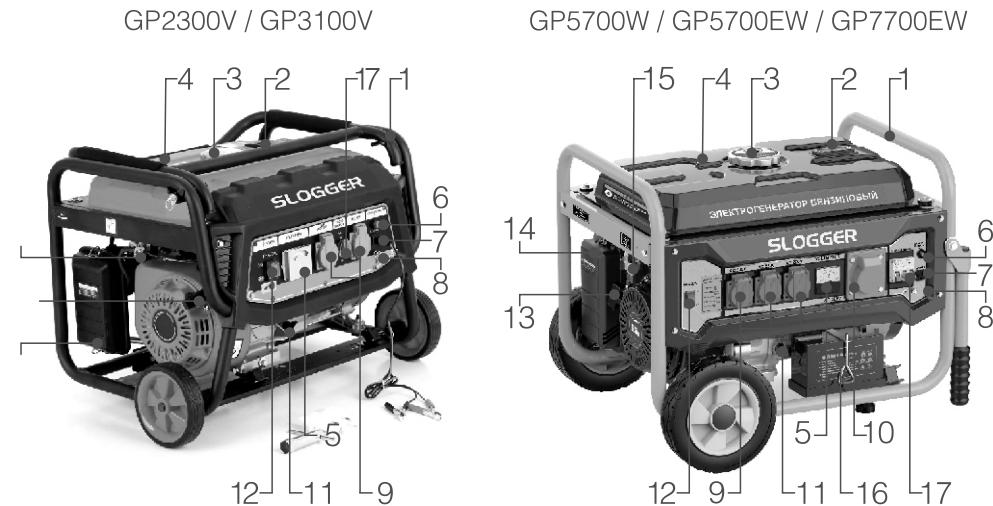

Рис. 1
- Запуск бензинового двигателя осуществляется ручным стартером, при помощи рукоятки (17)(См. Рис.1).
- Заправка бака топливного (4) осуществляется через заправочную горловину, закрытую крышкой (3).
- Топливо из топливного бака (4) через топливный кран (19) и топливную систему, поступает в карбюратор.
- С помощью воздушного фильтра (18) производится очистка воздуха, поступающего в карбюратор двигателя. Для проведения технического обслуживания воздушного фильтра, он снабжен съемной крышкой. Через крышку открывается доступ к фильтрующему элементу.
- Вольтметр (5) предназначен для измерения величины выходного напряжения работающего генератора.
- Окрутите крышку топливного бака (3)(См. Рис.1).Проверьте уровень топлива.
- Отверните масляную пробку (4)(См. Рис.1), достаньте щуп.
- Соедините клемму заземления (10)(См. Рис.1) на панели управления с заземлителем. Для соединения используется провод, сечением не менее 1,5 мм².
- Противоположный конец провода соединяется с клеммой заземления генератора(10)(См. Рис.1).